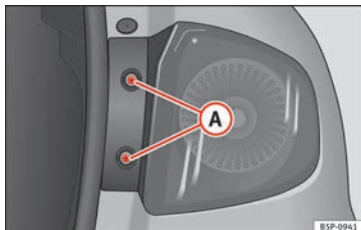

Abb. 184 Standlicht / Bremslicht
- Drehen Sie die Schrauben »» Abb. 184 **A** heraus.